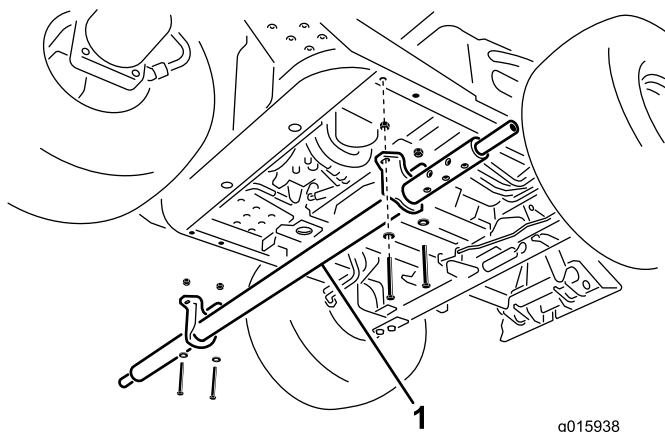

Figure 11
1. Glissez le tube transversal sous la machine par le côté gauche et alignez les trous du support de montage avec les trous de chaque tube du bâti (Figure 11).
2. Fixez les supports de montage du tube transversal avec 4 vis (3/8 x 3"), rondelles plates et contre-écrous (3/8") (Figure 11).